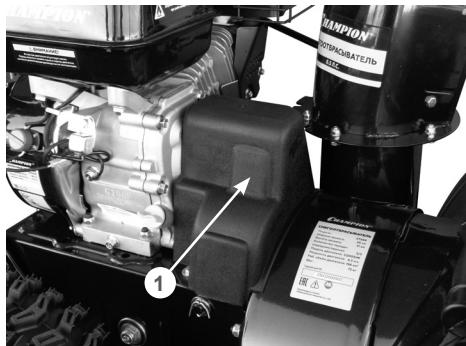

Рис. 37 Кожух защитный ремней
1. Открутите болты крепления и снимите кожух 1 защитный ремней (Рис. 37).